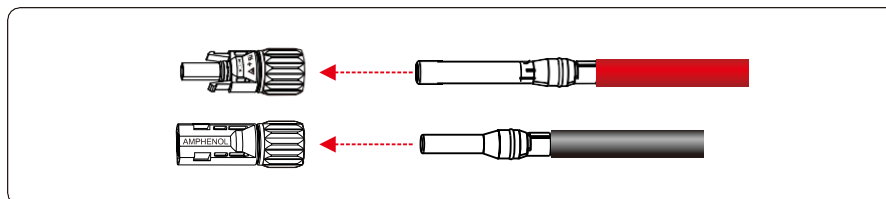

Figura 5.10 Collegamento dei connettori positivi e negativi
Step 3 Inserire i cavi di alimentazione positivo e negativo crimpati nei corrispondenti connettori positivo e negativo finché non si sente un "clic", come mostrato nella Figura 5.10.